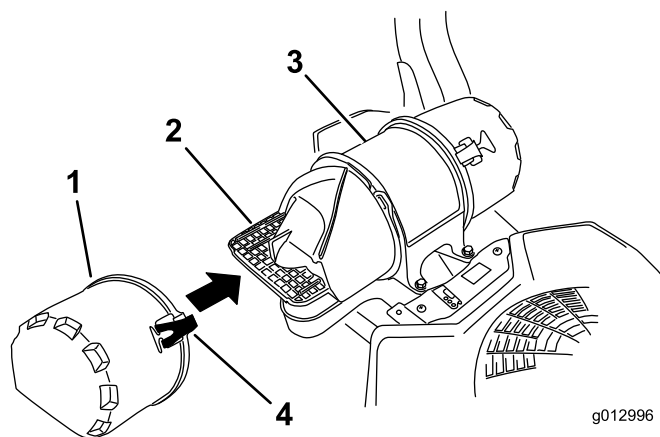

Figure 42
3. Ouvrez les dispositifs de verrouillage du filtre à air et séparez le couvercle d'entrée d'air du corps du filtre (Figure 42).